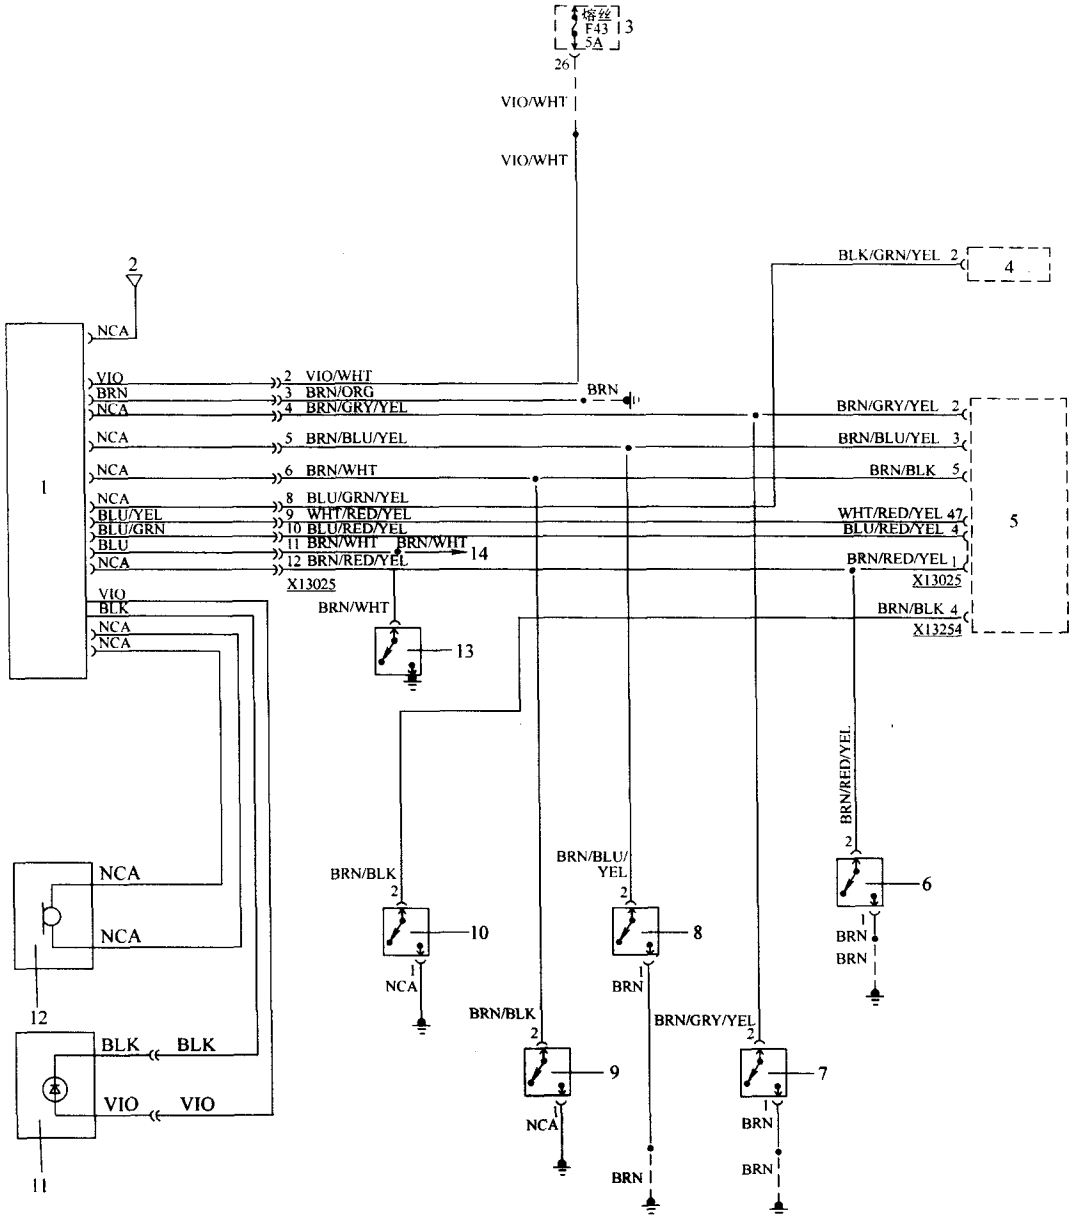
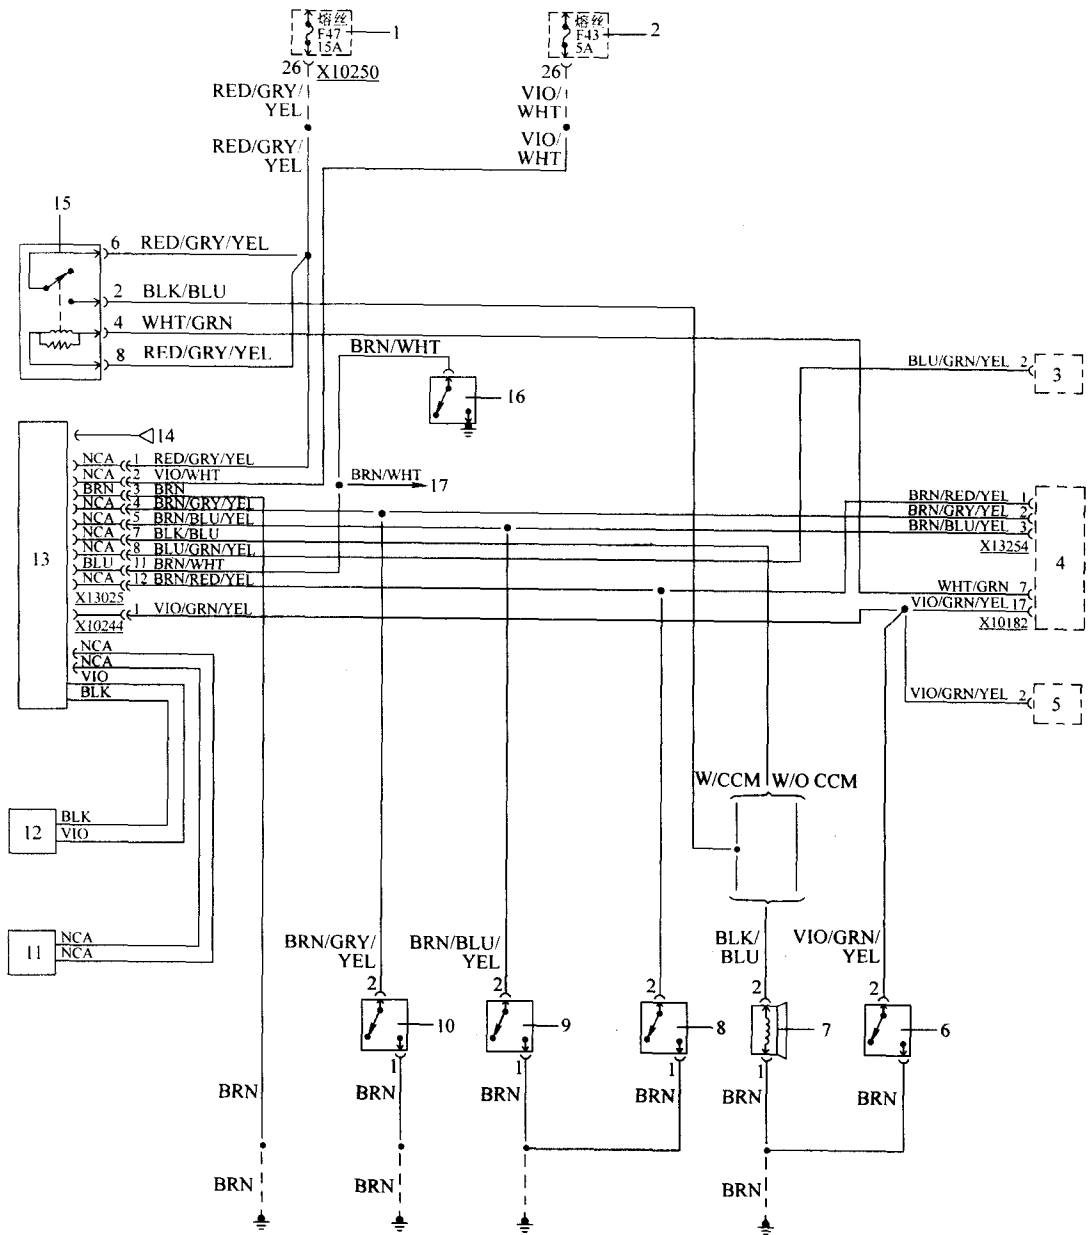

图 7-19 宝马 318i、318ic、318is、325i、325ic 和 325is 防盗系统电路 (1994 年, 早期生产)
图 7-22 宝马 318i 防盗系统电路 (1995 至 1996 年车型)
(1) 宝马 3 系中央门锁与防盗系统电路，如图 7-19~图 7-22 所示。